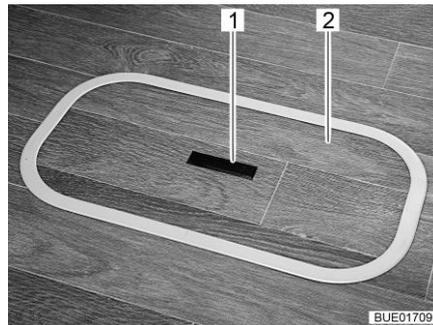
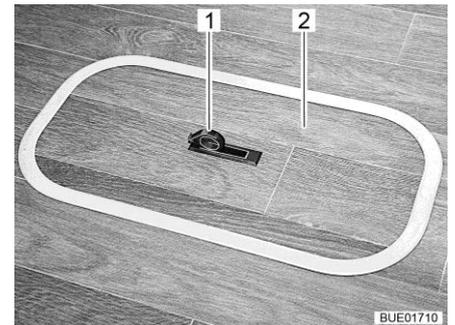

Fig. 44 Couvercle compartiment dans le plancher (poignée encastrée)
Fig. 45 Couvercle compartiment dans le plancher (poignée pivotée vers l'extérieur)
- Pousser la plaque de la poignée (Fig. 44,1) vers le bas d'un côté. La poignée (Fig. 45,1) pivote vers le haut.
- Tirer le couvercle (Fig. 44,2 et Fig. 45,2) vers le haut pour le retirer.